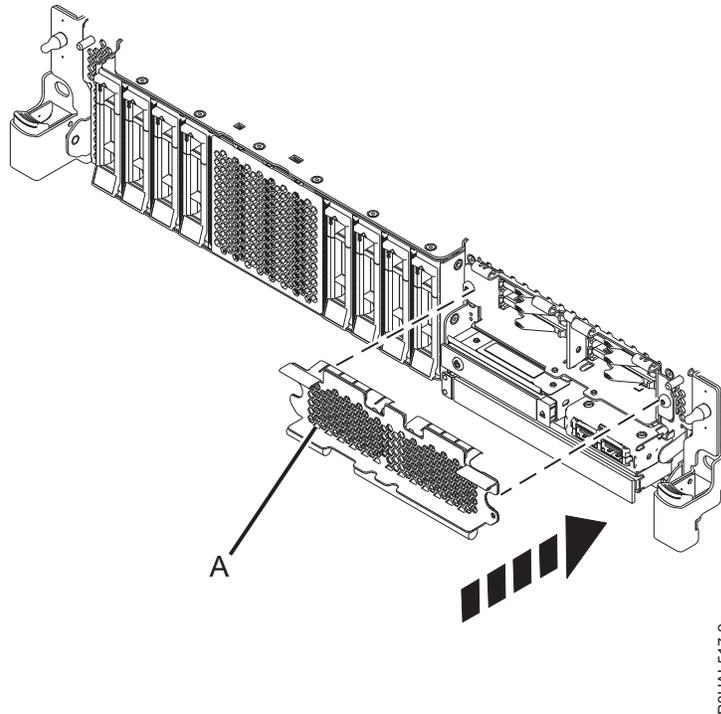

Abbildung 17. SSD-Gehäuse in einem System mit erweiterten Funktionen abdecken
3. Decken Sie das SSD-Gehäuse ggf. mit der perforierten Platte (A) ab, wie in Abb. 17 auf Seite 22 dargestellt.